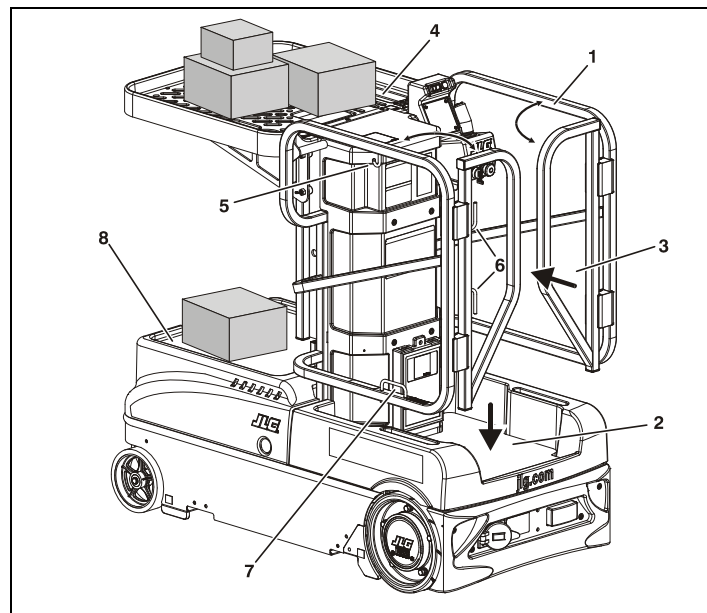

Figura 3-12. Plataforma standard
Fixar o cabo de segurança do arnês antiqueda ao ponto de fixação existente no corrimão inferior da plataforma. (Consultar o item 7 na Figura 3-12.)